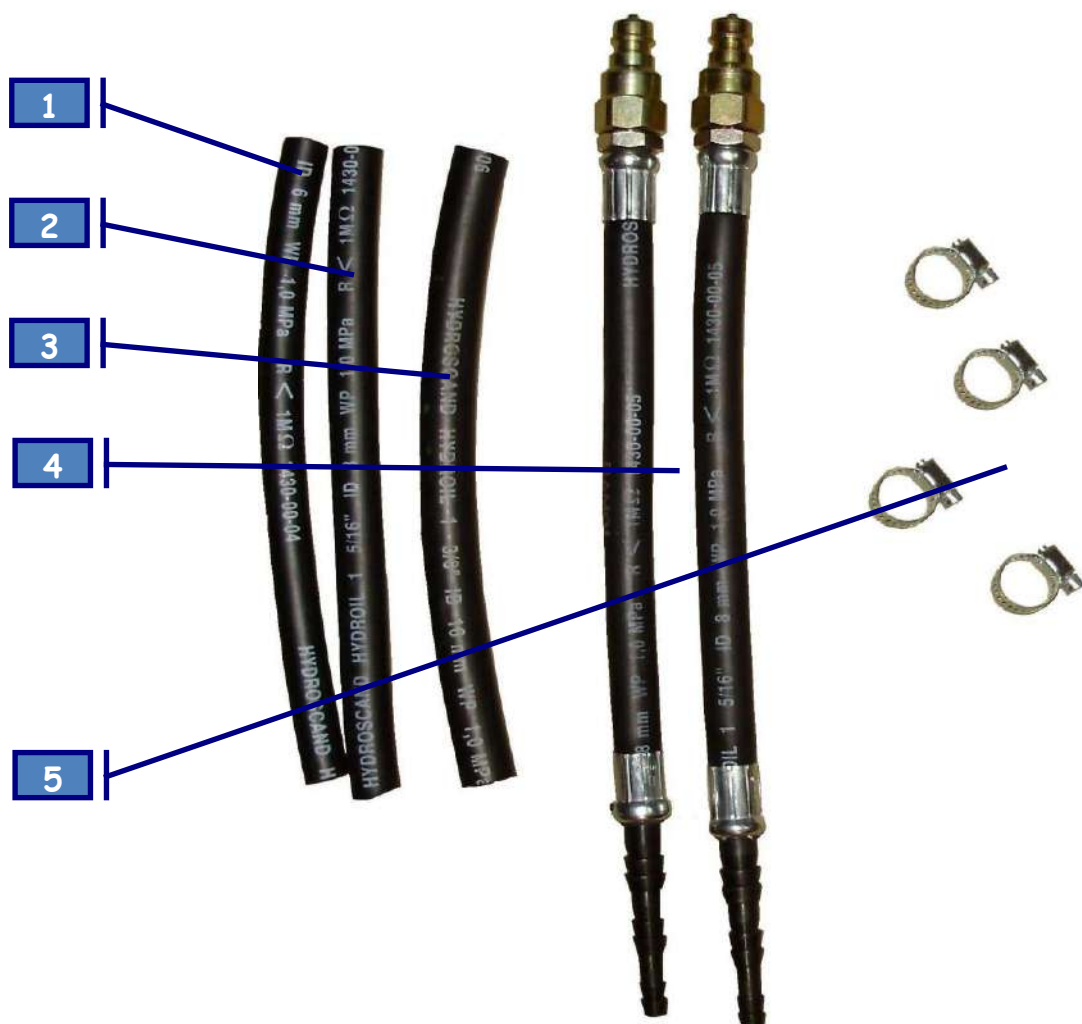

Рис. 1
2. В образовавшийся разрыв подсоединить Универсальные адаптеры (п.4 рис.1).
3. Соединения закрепить хомутами (п.5 рис.1).